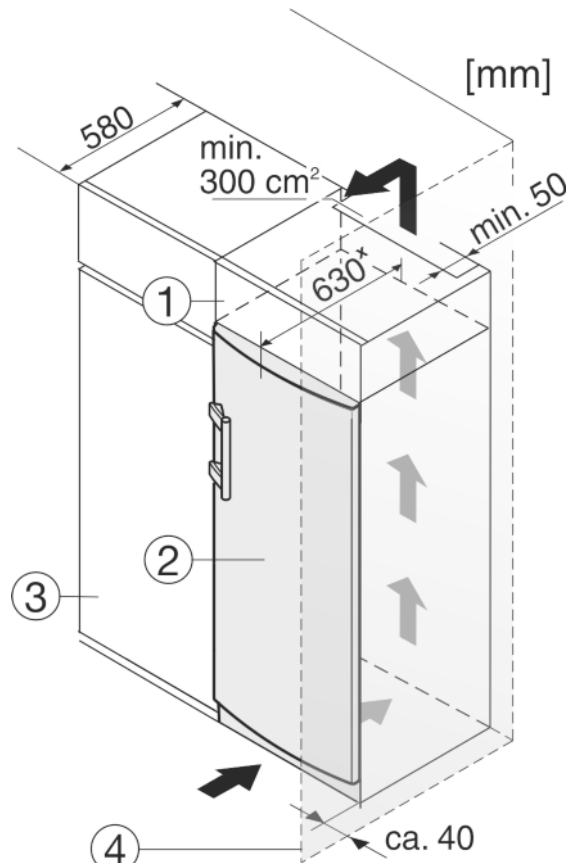

Fig. 12
- (1) Aufsatzschrank
- (2) Gerät
- (3) Küchenschrank
- (4) Wand
Das Gerät kann mit Küchenschränken umbaut werden. Um das Gerät *Fig. 12 (2)* der Küchenzeilenhöhe anzugleichen, kann über dem Gerät ein Aufsatzschrank *Fig. 12 (1)* angebracht werden.
Beim Umbau mit Küchenschränken (Tiefe max. 580 mm) kann das Gerät direkt neben dem Küchenschrank *Fig. 12 (3)* aufgestellt werden. Das Gerät steht seitlich 34 mm * und in der Gerätemitte 50 mm * gegenüber der Küchenschrankfront vor.
Wenn das Gerät mit den Scharnieren neben einer Wand *Fig. 12 (4)* aufgestellt wird, muss der Abstand zwischen Gerät und Wand mindestens 40 mm betragen. Dies entspricht dem Griffüberstand bei geöffneter Tür.